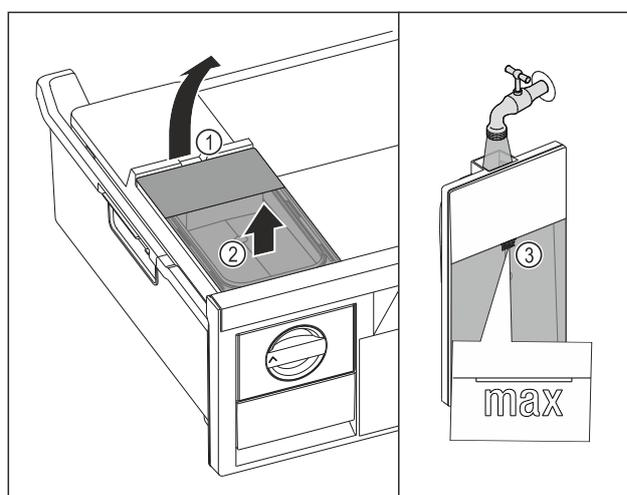

Fig. 123
- ▶ Sollevare il serbatoio dell'acqua dalla cavità Fig. 123 (1).
- ▶ Rimuovere il serbatoio dell'acqua estraendolo verso l'alto. *Fig. 123 (2)*
- ▶ Riempire il serbatoio dell'acqua con acqua potabile fino al contrassegno *Fig. 123 (3)*.